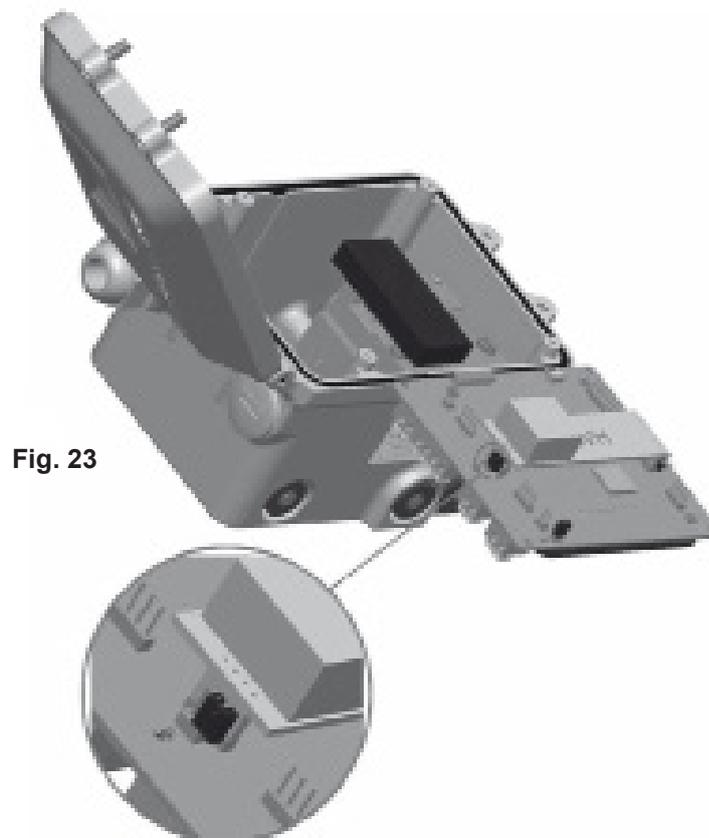

Fig. 23
- Positionner le pont J14 comme montré sur la Fig. 23.